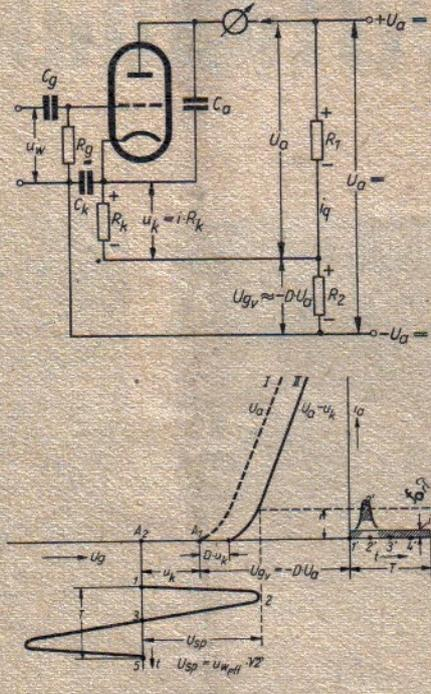
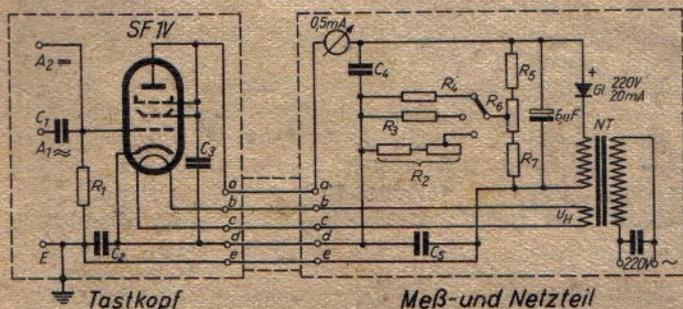

Abb. 1. Prinzip des Anodengleichrichters mit Gegenkopplung (C-Gleichrichtung)
Abb. 2. Schaltung des Tast-Röhrevoltmeters (C-Anodengleichrichter mit Gegenkopplung)
Die Wirkungsweise des RVM ergibt sich an Hand der schematischen Darstellung in Abb. 1 wie folgt:
In Abb. 2 ist nun die Schaltung eines ausgeführten RVM dargestellt. Zuerst ist eine Entscheidung über die Art der zu benutzenden Röhre zu treffen. Ist man besonders an Messungen im KW- und UKW-Bereich interessiert, dann ist eine für UKW geeignete Röhre wie SD 1 A, PH 4675, RV 12 P 2000 (als Triode) oder ähnliche besonders gut geeignet. Diese Röhren weisen infolge ihres kleinen Gitter-Katodenabstandes auch bei sehr hohen Frequenzen einen großen Eingangswiderstand auf, bedämpfen also die Meßspannung weniger. Außerdem lassen sie sich infolge ihrer kleinen mechanischen Größe bequem in einen Tastkopf einbauen.
Für den Schallplattenbetrieb mit dem Rundfunkempfänger ist im allgemeinen eine zweistufige Verstärkung erforderlich. Fast alle Einkreiser sind jedoch nur mit einer Niederfrequenzstufe ausgerüstet, so daß das Audion zur Verstärkung mit herangezogen werden muß. Der Anschluß wird zweckmäßig zwischen Gitter und Masse vorgenommen, der Schaltkontakt (I) zwischen Gitter und Tonabnehmer gelegt. Es ist zu empfehlen, der Audionröhre beim Schallplattenbetrieb eine kleine Gittervorspannung zu geben. Das geschieht mit Hilfe des Widerstandes R_1 , der etwa 2 ... 5 k Ω erhält und durch einen Elektrolytkondensator von 20 ... 50 μ F überbrückt wird. Dieser Widerstand wird bei Rundfunkbetrieb mit III kurzgeschlossen (Abb. 1). Eine andere Möglichkeit besteht darin, die Steuerung der für die Niederfrequenzverstärkung ausgenutzten Audionröhre am Schirmgitter vorzunehmen (Abb. 2). Die Verstärkung ist jedoch wegen der kleineren Steilheit geringer als bei der Steuerung über das Gitter 1. In diesem Falle muß der Siebkondensator beseitigt werden, damit kein Kurzschluß für die Steuerspannung eintritt. Das geschieht am einfachsten dadurch, daß man ihn in Reihe mit dem Tonabnehmer schaltet. Dadurch wird gleichzeitig der Tonabnehmer galvanisch vom Netz getrennt, wenn außerdem ein
verbunden, auch dann, wenn drei Leitungen zum Tonabnehmer führen. In diesem Falle werden die beiden inneren Leitungen, die mit der Tonabnehmer-Spule verbunden sind, nach Abb. 4 angeschlossen. In jedem Fall sind der Schallplattenmotor und alle Metallteile des Plattenspielers einschl. Tonarm zu erden. Zur Vermeidung des Übersprechens durch Rundfunk ist entweder der Koppelkondensator C_1 abzuschalten oder der Schwingkreis kurzzuschließen (Abb. 1, I) Der Gitterableitwiderstand R_1 bleibt jedoch angeschlossen. Bei Gleich- und Allstromempfängern besteht eine galvanische Verbindung zwischen Lichtnetz und Masse des Apparates. Damit die Netzspannung nicht an die Tonabnehmerspule gelangt, ist ein Anpassungstransformator Tr (Abb. 5) einzuschalten, der zuweilen sogar zum Tonabnehmer passend geliefert oder mit dem Übersetzungsverhältnis 1:1 bis 1:2 eingebaut wird. An seiner Stelle können Trennkondensatoren C_3 und C_4 vorgesehen werden (Abb. 6), wie es schon in Abb. 2 angegeben wurde. Bei der Bemessung ihrer Kapazität muß man einen Kompromiß eingehen. Die Kapazitäten sollen nicht zu klein sein, damit die tiefen Töne nicht geschwächt werden, andererseits sollen sie nicht zu groß sein, damit der Berührungsschutz